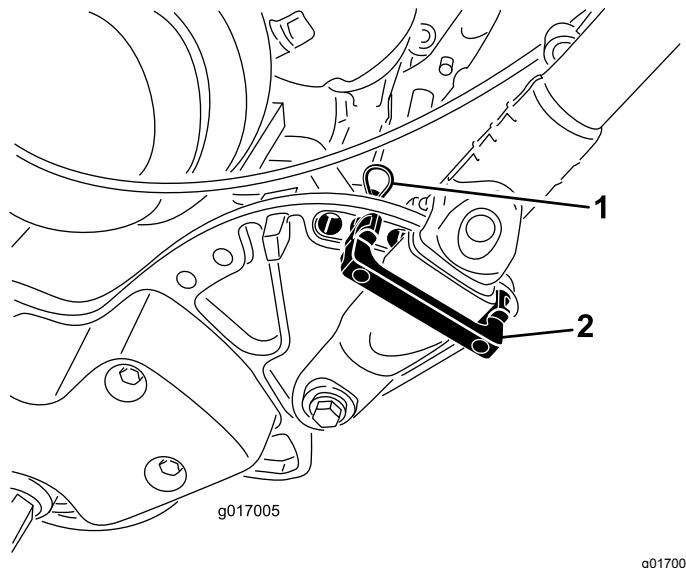

Figura 8
1. Sostenendo la stegola, rimuovete le fascette per cavi che fissano i morsetti della stegola alle piastre laterali (Figura 8).
2. Ruotate la stegola nella posizione di funzionamento desiderata, quindi inserite un fermo della stegola sul relativo morsetto e nei fori corrispondenti della piastra laterale (Figura 8).
3. Mantenete il morsetto in posizione con la coppiglia a forcina (Figura 8).